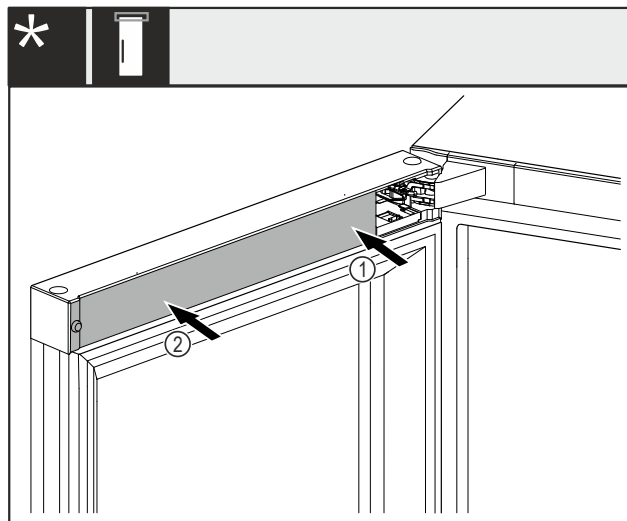

Fig. 49 *
- Kryt Fig. 49 (1) nasadíte najskôr na stranu ložiskovej konzoly a zaklapnete.*
- Kryt Fig. 49 (2) nasadíte na vonkajšiu stranu a zaklapnete.*